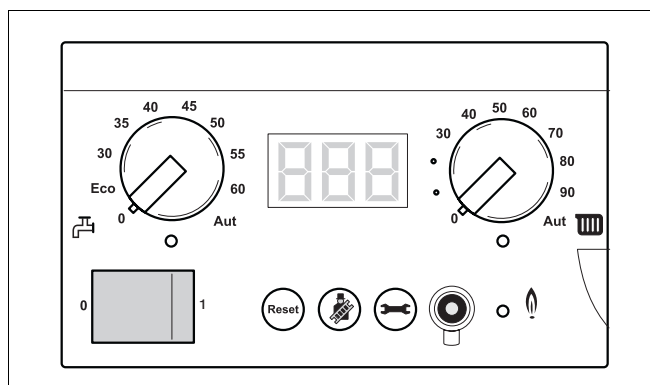

Fig. 102 Întrerupeți alimentarea cu tensiune a instalației de încălzire
- Întrerupeți alimentarea cu tensiune a instalației de încălzire (Fig. 102).